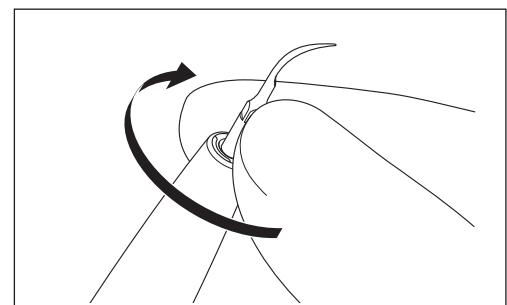

図15
- 2) チップをハンドピース先端に挿し込み、軽く締まるまでねじ込みます（図15）。